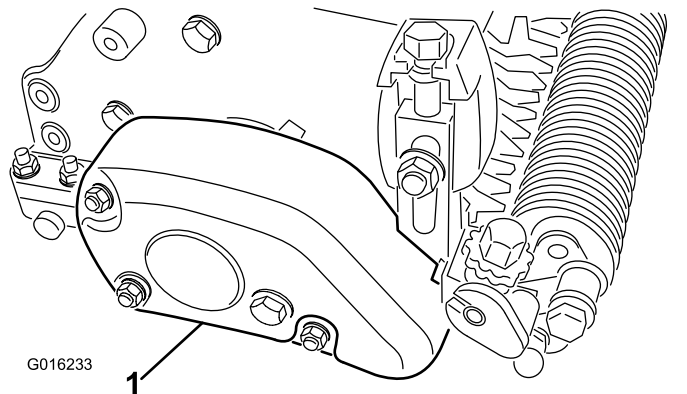

Figura 18
37. Montate il copricinghia sul gruppo di alloggiamento del groomer con 3 dadi di bloccaggio (Figura 18).